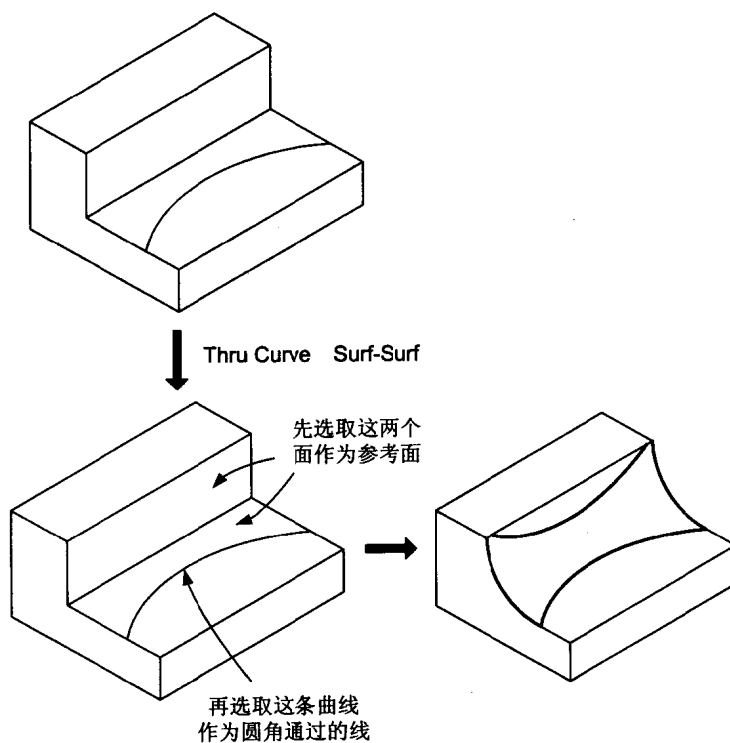

图 1.7
- Thru Curve: 圆角通过某条曲线 (见图 1.7)。